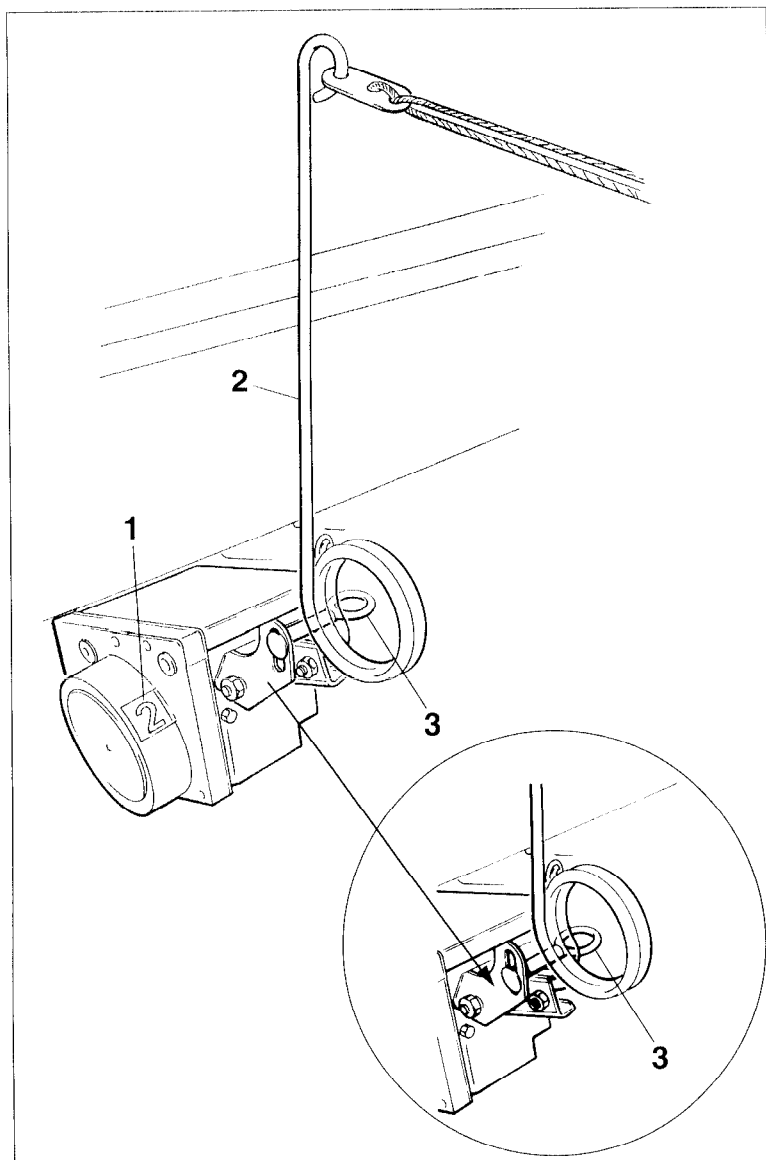
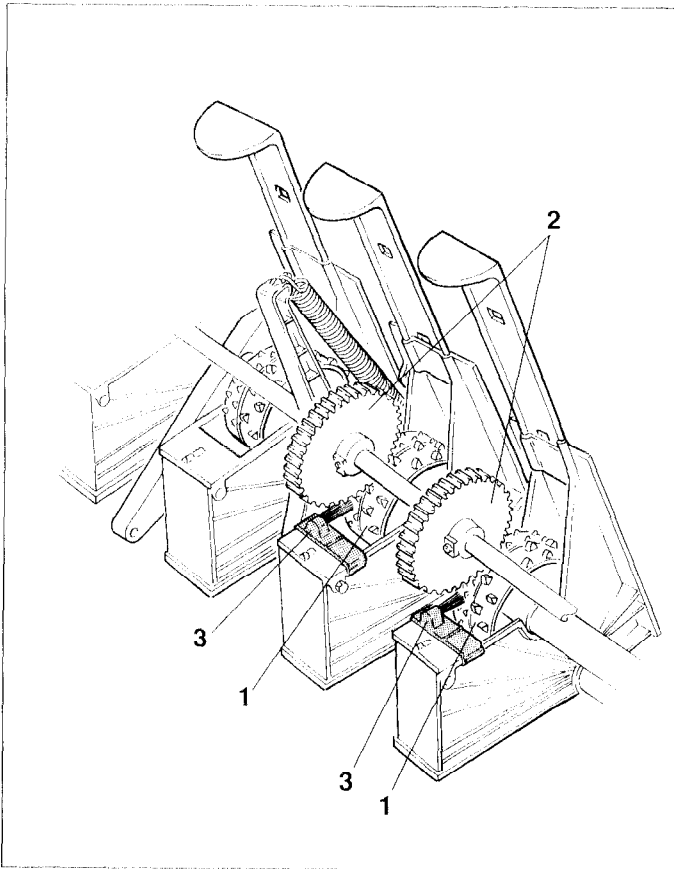
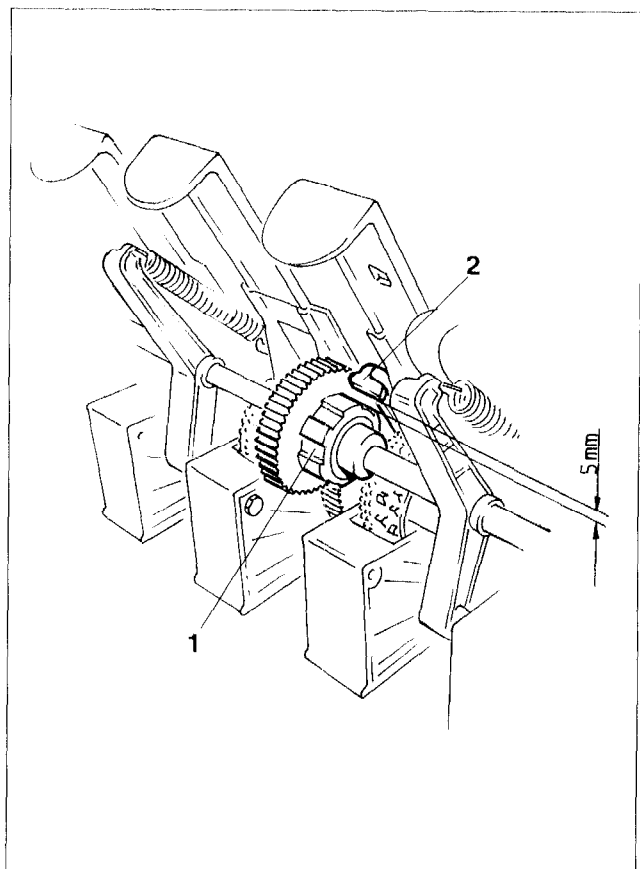
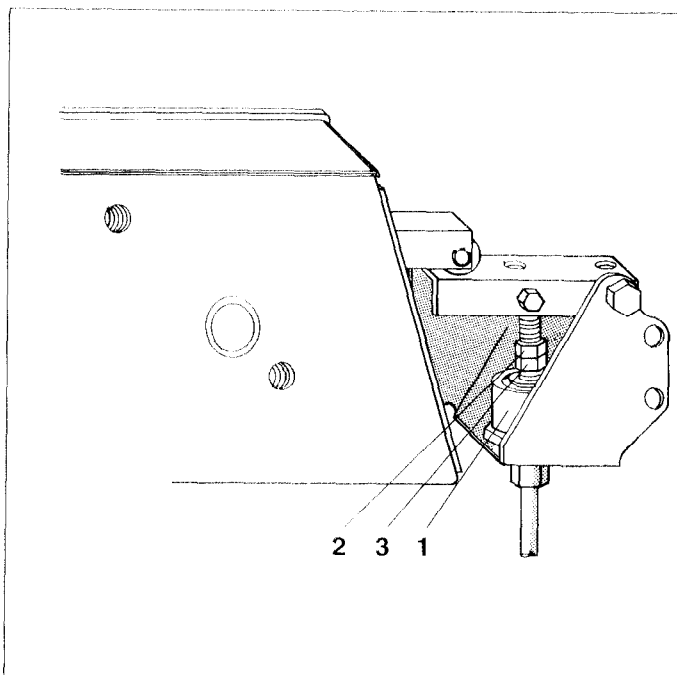

Fig. 13.4
Fig. 13.8
Fig. 13.9
Fig. 13.10
Vor Arbeitsbeginn ist der Schaltkasten auf die richtige Zahl (Fig. 13.4/1) einzustellen. Auf den nächsten Seiten finden Sie Beispiele zum Anlegen von Fahrgassen. Die Spalten "A" bis "D" beinhalten:
Gehen Sie in Spalte "C" auf die Schaltung Ihres Schaltkastens und stellen Sie die erste Zahl in Spalte "D" unterhalb von "START" im Sichtfenster des Schaltkastens ein. Ziehen Sie so oft am Bedienungshebel (Fig. 13.4/2), bis die richtige Zahl im Sichtfenster des Schaltkastens erscheint. Sie können den Bedienungshebel aus der Schlepperkabine heraus betätigen, wenn Sie das am Bedienungshebel befestigte Tau in die Schlepperkabine führen.
- Klemmschraube (Fig. 13.4/3) im Langloch so weit nach unten schieben, bis das Schalten am Bedienungshebel (Fig. 13.4/2) nicht mehr möglich ist. Die zuvor gelöste Klemmschraube (Fig. 13.4/3) nach erfolgter Einstellung wieder fest anziehen.
Ist die Särad-Fahrgassenschaltung abgeschaltet, darf die Zahl (Fig. 13.4/1) im Schaltkasten **nicht auf "0"** stehen, da sonst ständig Fahrgassen angelegt werden.
Die Fahrgassensäräder (Fig. 13.8/1) können sich auf der Säwelle frei drehen. Angetrieben werden die Fahrgassensäräder von Antriebsritzeln (Fig. 13.8/2), die auf der Vorgelegewelle befestigt sind.
Die Vorgelegewelle wird von der Säwelle angetrieben. Beide Wellen sind mit Zahnrädern verbunden. Das Zahnrad (Fig. 13.9/1) auf der Vorgelegewelle ist mit einer Kupplung ausgerüstet. Beim Anlegen der Fahrgassen unterbricht die Kupplung den Antrieb der Vorgelegewelle. Betätigt wird die Kupplung von einem Kupplungshebel (Fig. 13.9/2), der mit dem Schaltkasten (Fig. 13.4) verbunden ist.
Bedienungshebel (Fig. 13.4/2) am Schaltkasten so oft anziehen und wieder loslassen, bis die Zahl "0" im Sichtfenster des Schaltkastens erscheint.
Bei der Zahl "0" greift der Kupplungshebel (Fig. 13.9/2) in eine Aussparung der Kupplung und die Vorgelegewelle bleibt stehen. Von den Fahrgassensärädern (Fig. 13.8/1) wird kein Saatgut gefördert.
Bedienungshebel am Schaltkasten anziehen und wieder loslassen. Der Schaltkasten schaltet von "0" auf "1". Der Kupplungshebel (Fig. 13.9/2) löst sich von der Kupplung und die Fahrgassensäräder werden von den Antriebsritzeln auf der Vorgelegewelle wieder angetrieben. **Der Abstand** zwischen Kupplung (Fig. 13.9/1) und Kupplungshebel (Fig. 13.9/2) **sollte ca. 5 mm (siehe Fig. 13.9) betragen.**
Wiederholen Sie die Prüfung, wie oben beschrieben. Schalten Sie den Schaltkasten aber nicht mit dem Bedienungshebel (Fig. 13.4/2) weiter, sondern betätigen Sie das Steuerventil in der Schlepperkabine. Der Schaltkasten wird dann von einem Hydraulikzylinder (Fig. 13.10/1) weitergeschaltet.
Sollte der Hydraulikzylinder (Fig. 13.10/1) den Schaltkasten nicht umschalten, sind folgende Einstellungen vorzunehmen:
- Hydraulikzylinder (Fig. 13.10/1) aus der Schlepperkabine mit Druck beaufschlagen.
- Kontermutter (Fig. 13.10/2) lösen.
- Skt.-Mutter (Fig. 13.10/3) so weit nach links drehen, bis der Schaltkasten hörbar umschaltet.
- Skt.-Mutter (Fig. 13.10/3) zwei Umdrehungen weiter drehen und Kontermutter wieder festziehen.
Hat die Sämaschine über einen längeren Zeitraum gestanden, ist zu prüfen, ob sich die Fahrgassensäräder (Fig. 13.8/1) leicht auf der Säwelle drehen lassen.
An den Sägehäusen der Fahrgassensäräder sind Feinsäradbürsten (Fig. 13.8/3) befestigt. Die Feinsäradbürsten reinigen das Feinsärad, damit es insbesondere bei der Rapsaussaat nicht zu Verklebungen zwischen Antriebsritzel und Feinsärad kommen kann.